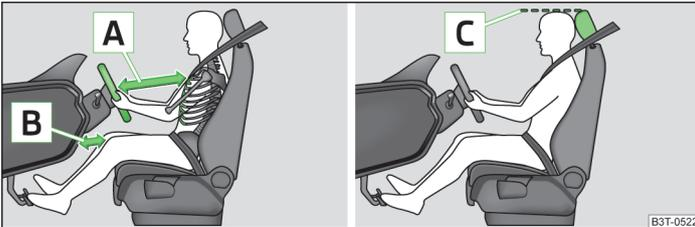

Fig. 152 Position assise correcte du conducteur/réglage correct de l'appuie-tête
- Réglez le volant de façon à que la distance entre le volant et le buste soit de 25 cm minimum [A] » fig. 152 et la distance entre les jambes et le tableau de bord à hauteur de l'airbag de protection des genoux de 10 cm minimum [B].
- Réglez l'appuie-tête de façon à ce que le bord supérieur de l'appuie-tête se trouve au moins à la hauteur de la partie supérieure de votre tête [C] » fig. 152 à la page 170.
- Réglez l'appui-tête de façon à ce que le bord supérieur de l'appui-tête se trouve au moins à la hauteur de la partie supérieure de la tête **[C]** » fig. 152 à la page 170.